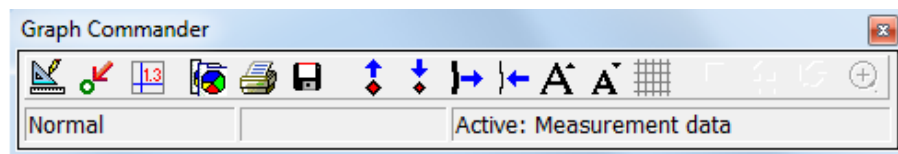

Abb. 28: Das Fenster des Graph Commander zum Bearbeiten von Grafiken
**Measure screen position:** Damit wird der Cursor zu einem Fadenkreuz sobald es im Bereich des Diagramms positioniert wird. Das Fadenkreuz ist bis zu den jeweiligen Koordinatenachsen verlängert. Die genaue Position wird im linken und mittleren Segment der Statusleiste des Graph Commander (Abb. 28) angezeigt. Im linken Segment steht der X-Wert und im mittleren der Y-Wert. Die Werte müssen jeweils manuell notiert oder zur weiteren Verwendung übertragen werden. Durch nochmaliges Drücken der Schaltfläche wird die Funktion wieder ausgeschaltet.